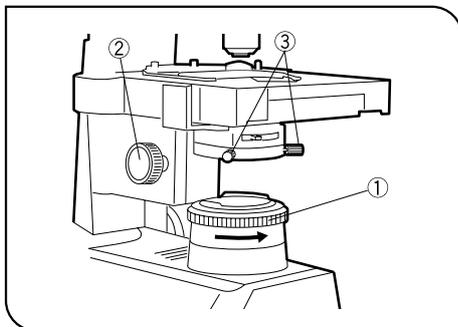

Abb. 18
1 Zentrieren der Leuchtblende (Abb. 18 & 19)
1. Das 10X-Objektiv einschwenken und das Objekt scharfstellen. Den Leuchtblendenring ① gegen den Uhrzeigersinn drehen, um die Blende nahezu auf ihre kleinste Öffnungsweite einzustellen.
2. Den Einstellknopf für die Kondensatorhöhe ② drehen, um das Bild der Leuchtblende scharfzustellen.
3. Die beiden Kondensator-Zentrierschrauben ③ durch Drehen so einstellen, daß sich das Bild der Leuchtblende in der Mitte des Sehfelds befindet. (Abb. 18 & 19)